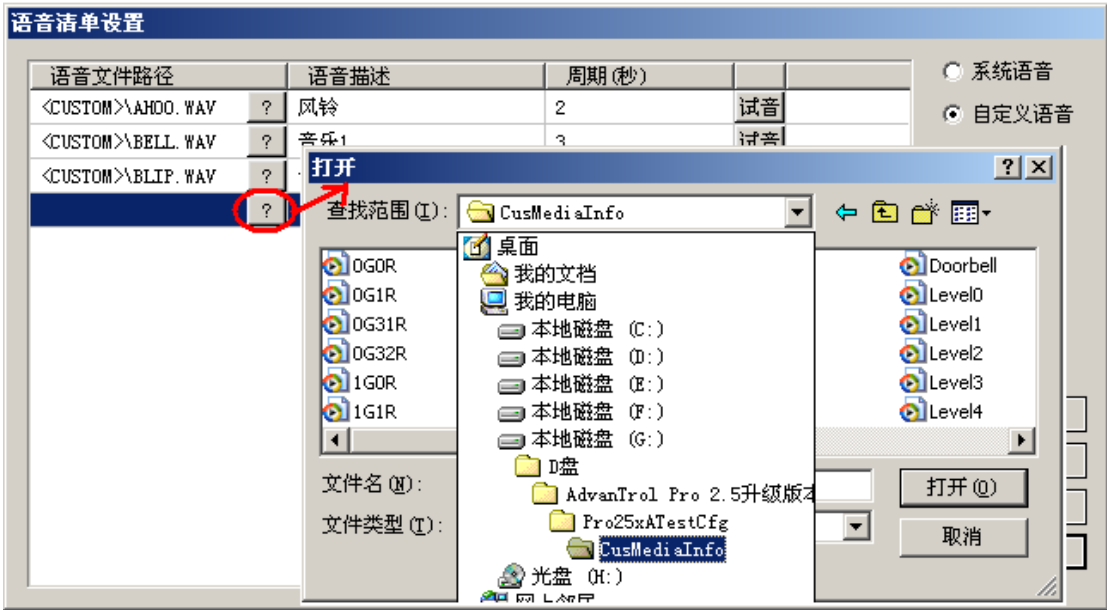

图 7-31 查找语音文件对话框
- 2) 点击语音文件路径项的 ? 按钮，弹出图 7-31所示的语音文件选择对话框。